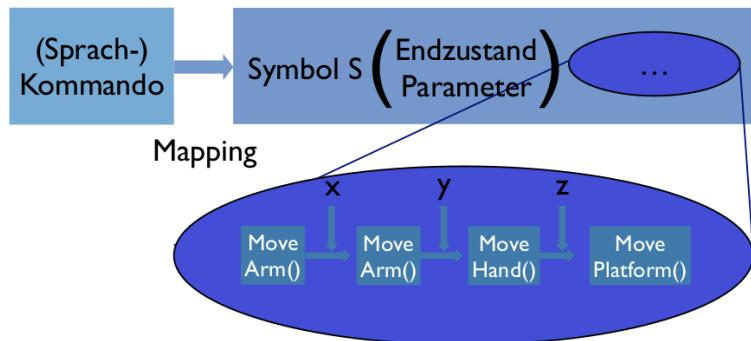

Abbildung 15: Symbolische Abstraktion
- Abbildung: Erzeugung der Roboterbefehle über mehrere Stufen (vgl. Abbildung 15)